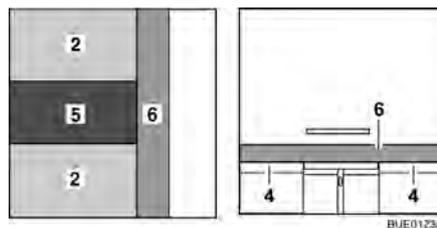

Fig. 90 Dopo la trasformazione
- Posizionare il cuscino aggiuntivo (Fig. 90,5) sul tavolo.
- Appoggiare il cuscino aggiuntivo (Fig. 90,6) sulla prolunga del cassone letto (Fig. 90,4).